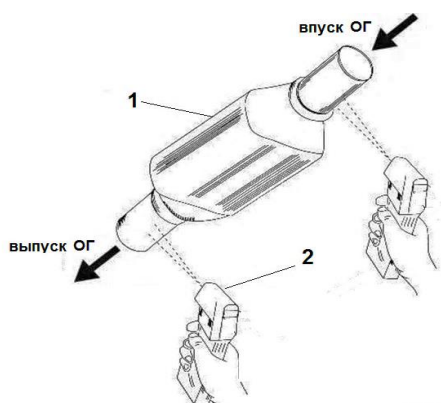

Рис. 1.7. Схема проверки катализатора:
- замерить температуру КН на входе в него ОГ и выходе (рис. 1.7);